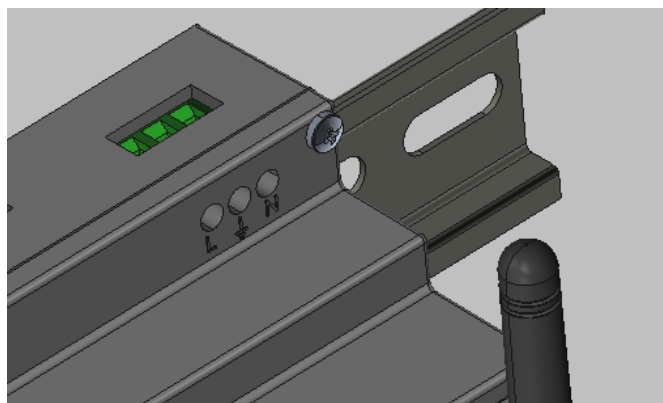

Figura 7 - Bloque de terminales de 3 pines
- 2) Conecte el cable de potencia CA respetando las indicaciones que se dan en el bloque de terminales de 3 pines (Figura 7).